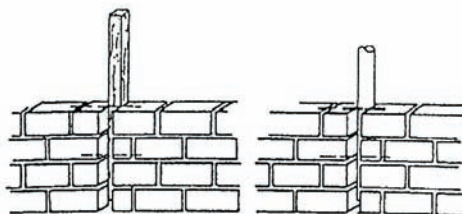

Figura 19
- 3º) Retirar com cuidado o pontalete e inserir no lugar a tubulação e preencher o vão, utilizando pedaços de blocos e argamassa de cimento (1:3) (Figura 19).